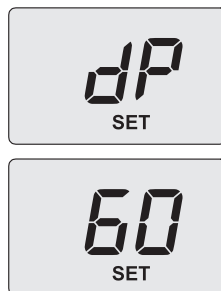

Figura 7.5
Sul display compare la scritta "**SET**" (Figura 7.5).
- Una volta impostato il valore a **4** (spazzacamino attivo in massimo sanitario) premere il tasto 14 per confermare. Sul display appare **dP** alternato alla temperatura massima in sanitario (Figura 7.5).